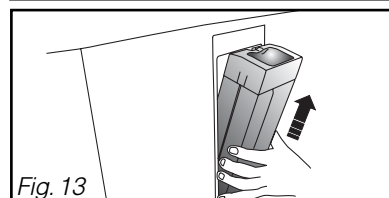

Fig. 13
- Enlevez-le de son logement en le tirant de bas en haut (Fig. 13).